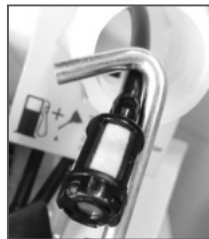

Рис. 15 Извлечение топливного фильтра
3. Зацепите крючком топливный шланг с фильтром и вытяните через заливную горловину (Рис. 15).